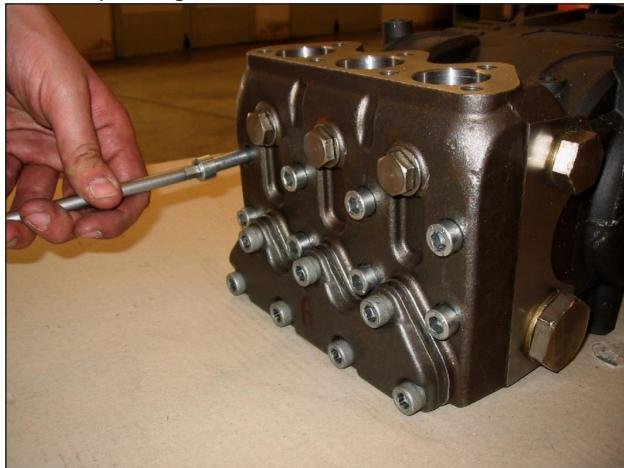

Fig. 20
- A) Dévisser les vis de fixation de la tête M10x110 comme l'indique la Fig. 20.